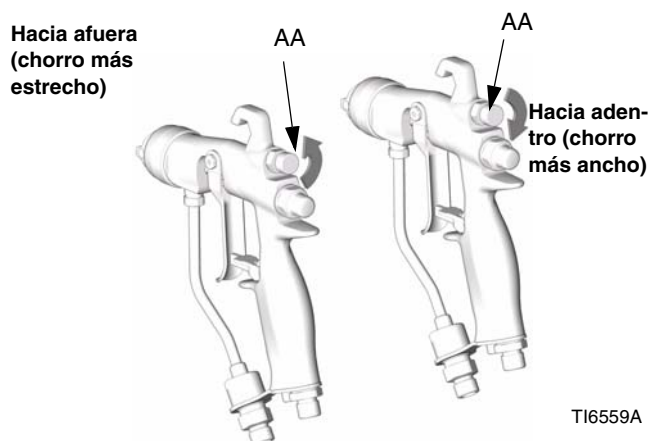

FIG.5. Manija de aire de chorro
1. Vea FIG.5. Cierre el aire de ajuste de la forma del chorro girando completamente la manija (AA) en sentido horario (hacia adentro). De esta forma se fija la pistola en el chorro de pulverización más amplio.
3. Vea FIG.5. Para conseguir un chorro más estrecho, gire la manija de la válvula de ajuste del chorro de pulverización (AA) en sentido antihorario (hacia afuera). Si el chorro no es lo suficientemente estrecho, aumente ligeramente la presión de aire a la pistola o utilice una boquilla de pulverización de un tamaño distinto.